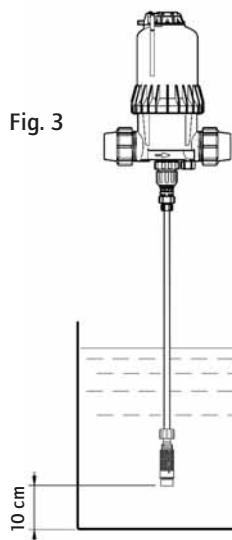

Fig. 3
**ATTENTION !** Laisser la crépine à 10 cm [4"] environ du fond du bac de solution afin d'éviter d'aspirer les particules non solubles qui risquent d'endommager le corps doseur (Fig. 3).